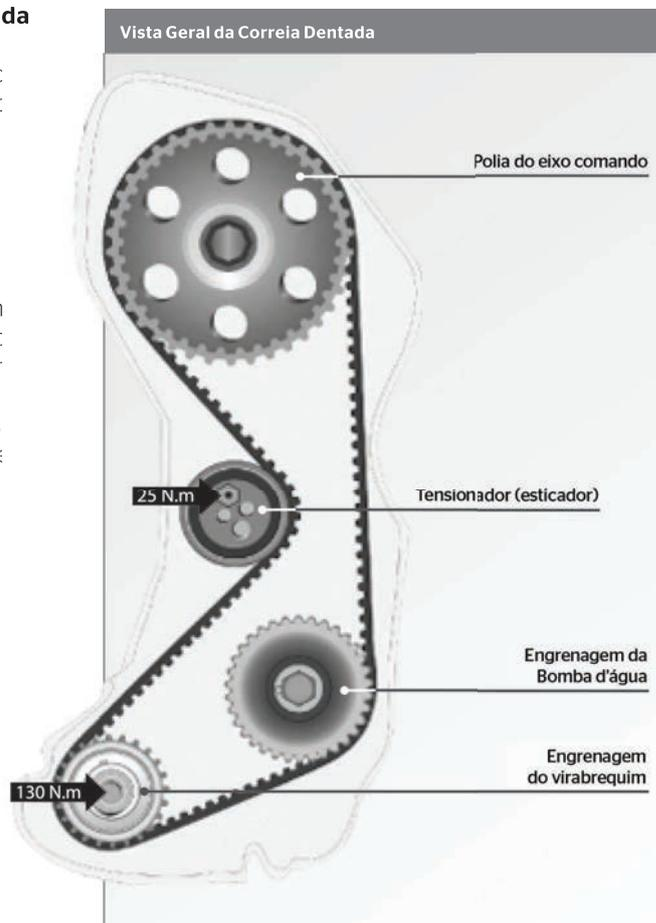

Figura 1
- 02 Gire manualmente o motor, de modo que a marca gravada no eixo comando coincida com a referência existente na carcaça do cabeçote (figura 1). Nessa condição, o rasgo existente na parte traseira do eixo comando (rasgo de chaveta) deve se encaixar perfeitamente no ressalto da ferramenta de fasagem (figura 2);
- 02 Gire manualmente o motor, de modo que a marca gravada na polia eixo comando de válvulas coincida com a referência existente na ca: traseira da correia dentada (figura 1);
- 01 Para que seja possível a visualização da referência de sincronismo eixo comando de válvulas, abra a janela existente na parte superior da capa de proteção da correia dentada (figura 1);
- 04** Gire manualmente o motor (no sentido de rotação) até que a marca existente na polia do eixo comando alinhe-se com a referência existente na tampa traseira da correia dentada (figura 1);